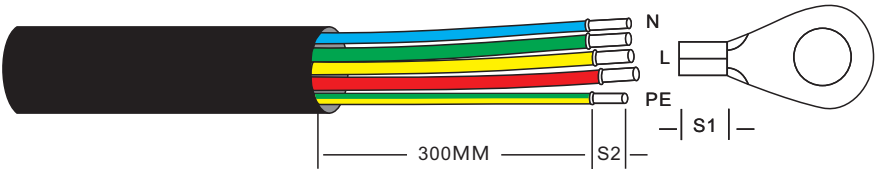

图3.19 剥开交流线缆
- 1. 将交流线缆绝缘护套的末端剥去约300mm，然后剥去每根导线的末端（如图3.19所示）。